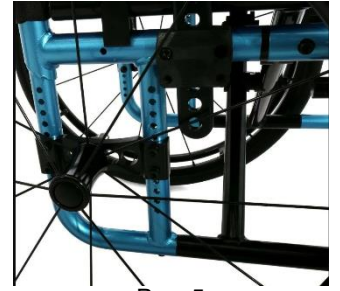

Рис. 5
1. Щоб зняти колеса, тримаючи однією рукою виріб, іншою візьміть колесо, паралельно натиснувши на центральну кнопку фіксації (рис. 5), і від'єднайте колесо від крісла.